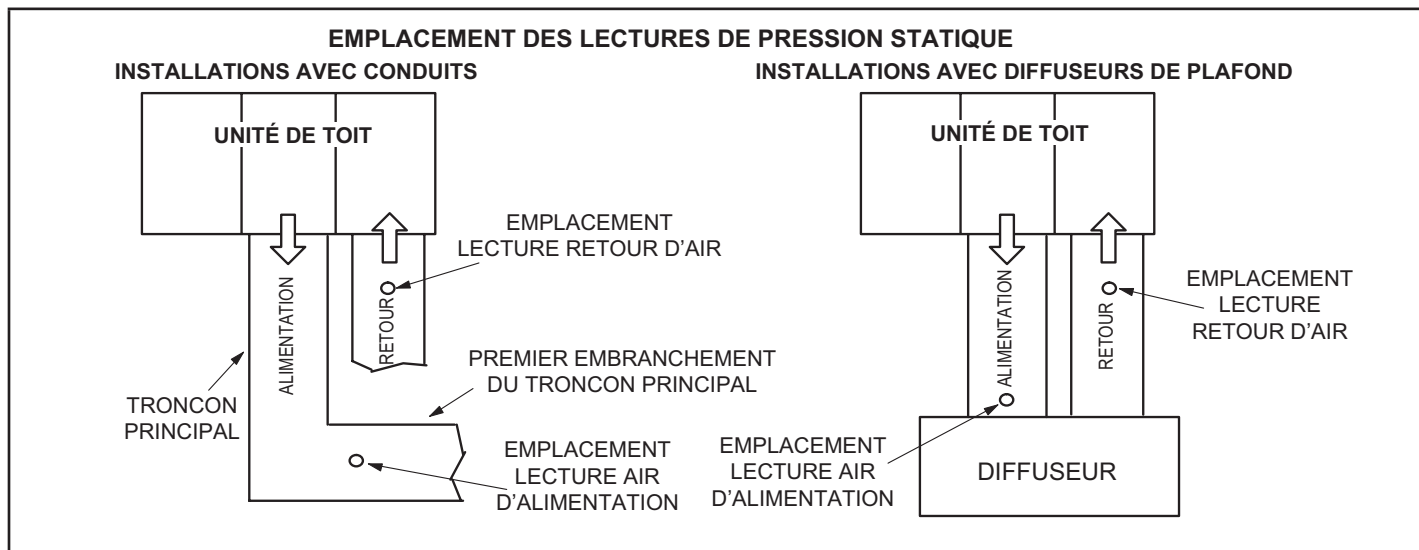

FIGURE 28
- 2 - Avec tous les panneaux d'accès en place, mesurez la pression statique à l'extérieur de l'unité (depuis l'alimentation jusqu'au retour). Les données de rendement du ventilateur sont basées sur les mesures de pression statique réalisées aux endroits indiqués à la FIGURE 28.